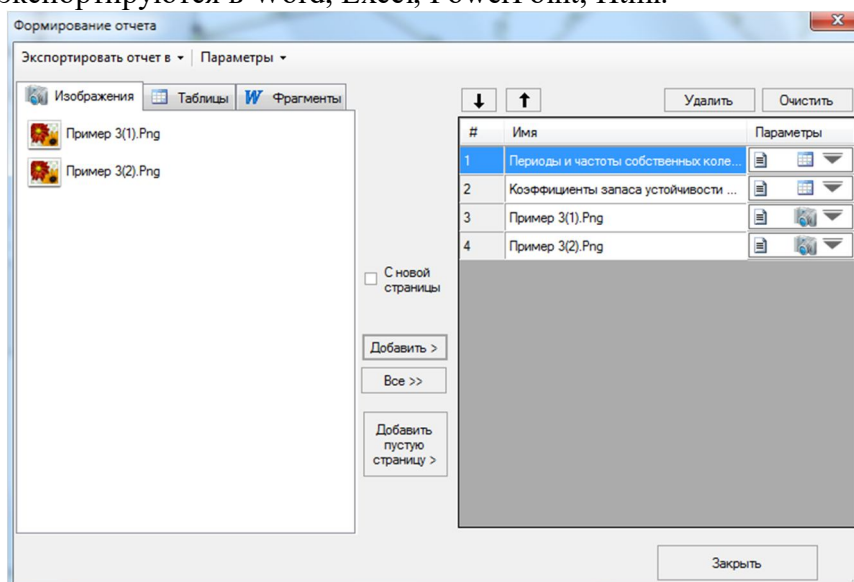

Рис. 39. Диалоговое окно Формирование отчета
- Добавьте нужные изображения, таблицы, а также фрагменты текста (постоянные части отчетов, которые не изменяются от отчета к отчету) для будущего отчета (рис. 39).